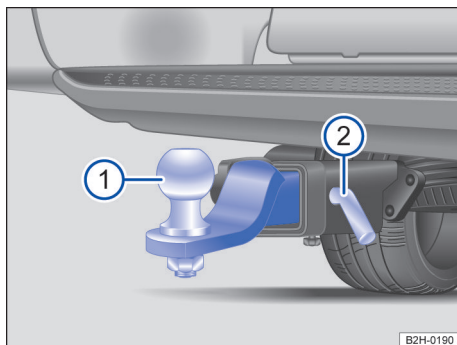

Fig. 137 Sob o para-choque traseiro: montar a rótula de engate.
- Empurrar a rótula de engate → Fig. 137 ① até o batente no alojamento.
- Empurrar o pino de travamento ② no alojamento e travar com o pino de bloqueio → ⚠️.
- Puxar o pino de travamento → Fig. 137 ② do batente → ⚠️.
- Remover a cabeça esférica ① do alojamento.